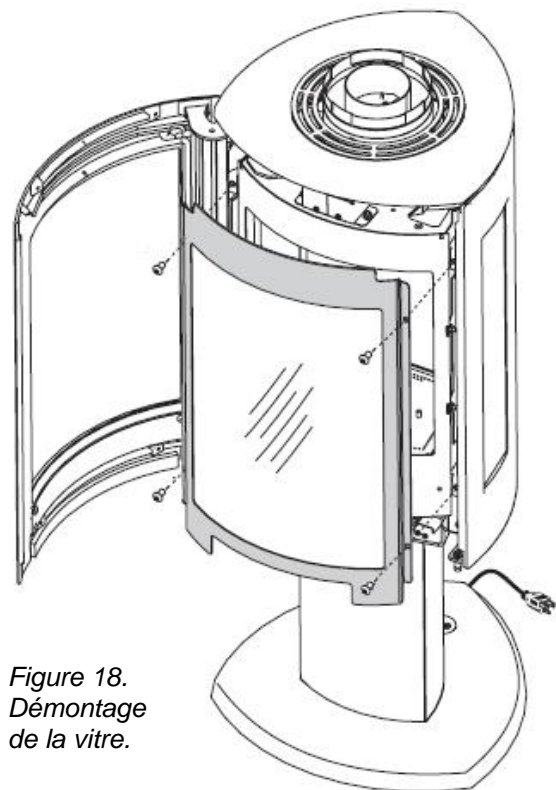

Figure 18.
Pour accéder à la chambre de combustion, utilisez une clé hex. 4 mm et retirez les 4 vis à tête creuse retenant la vitre à la chambre de combustion. Voir fig. 18.
Le cordon d'alimentation électrique situé dans le compartiment de la valve de contrôle est connecté au Module de contrôle de ventilateur qui fournit l'alimentation électrique principale pour toutes les fonctions du poêle. Passez le cordon dans le piédestal pour sortir à l'arrière de la base du piédestal (fig. 18), ou à travers le plancher.
2. Retirez la vitre (dans son cadre). Voir fig. 18.